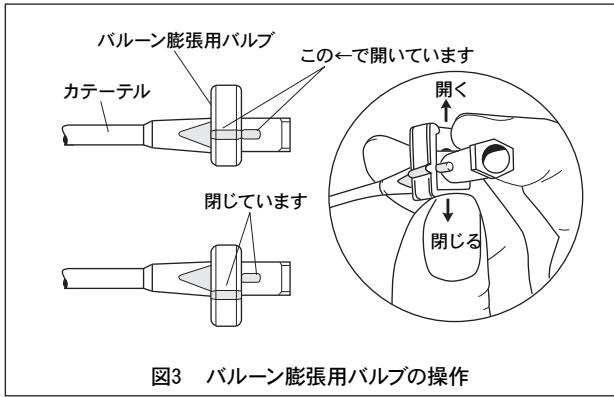

図3 バルーン膨張用バルブの操作
- 付属のシリンジを用いて、炭酸ガスまたは空気でバルーンを膨張容量（1.5mL）まで膨張させます（液体を使ってバルーンを膨張させないでください）。図3にバルーン膨張用バルブの操作法を示します。
してください（図3）。